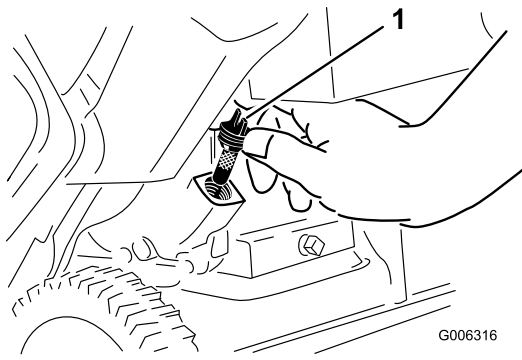

Figura12
2. Curățați zona din jurul capacului de umplere cu ulei (Figura12).